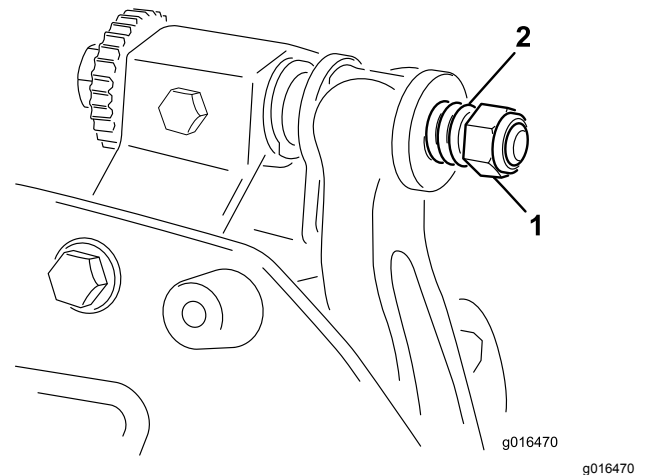

Рисунок 16
- Затяните гайку натяжения пружины, чтобы пружина полностью сжалась, затем отверните ее на 1/2 оборота (Рисунок 16).